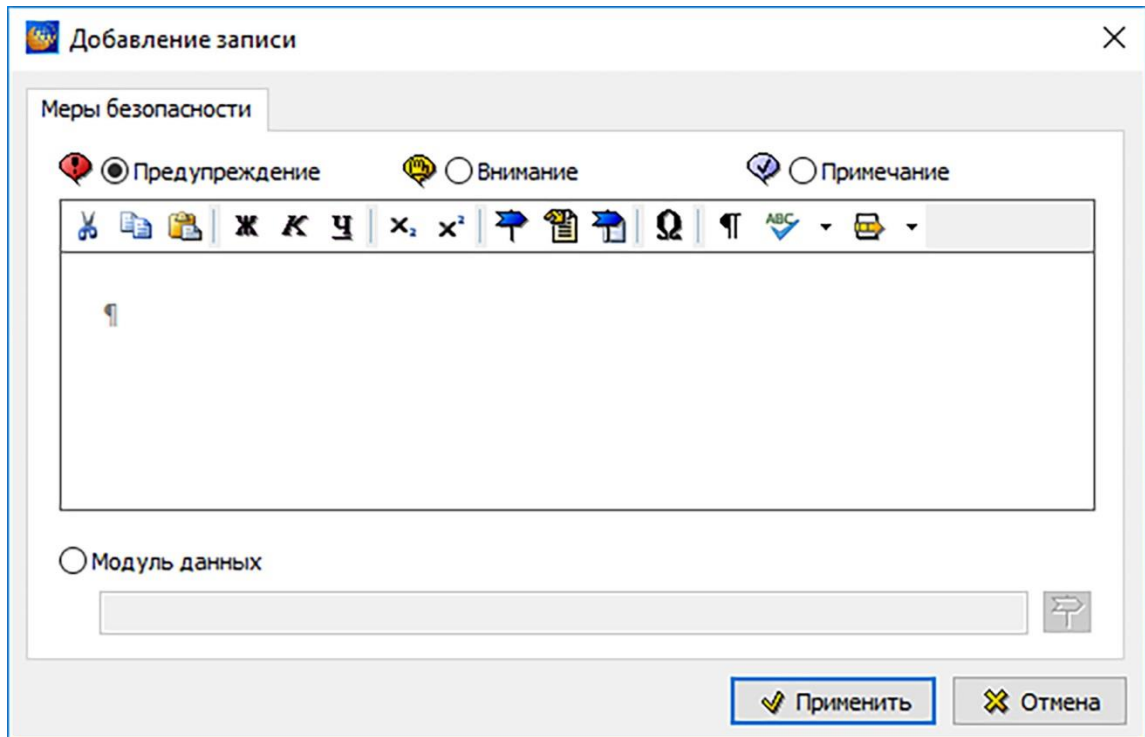

Рисунок 376
- 2) Щелкните левой кнопкой мыши по полю мер безопасности и нажмите на кнопку **Добавить** на панели инструментов редактора или выберите команду из контекстного меню. После этого появится окно **Добавление записи** (рисунок 376).